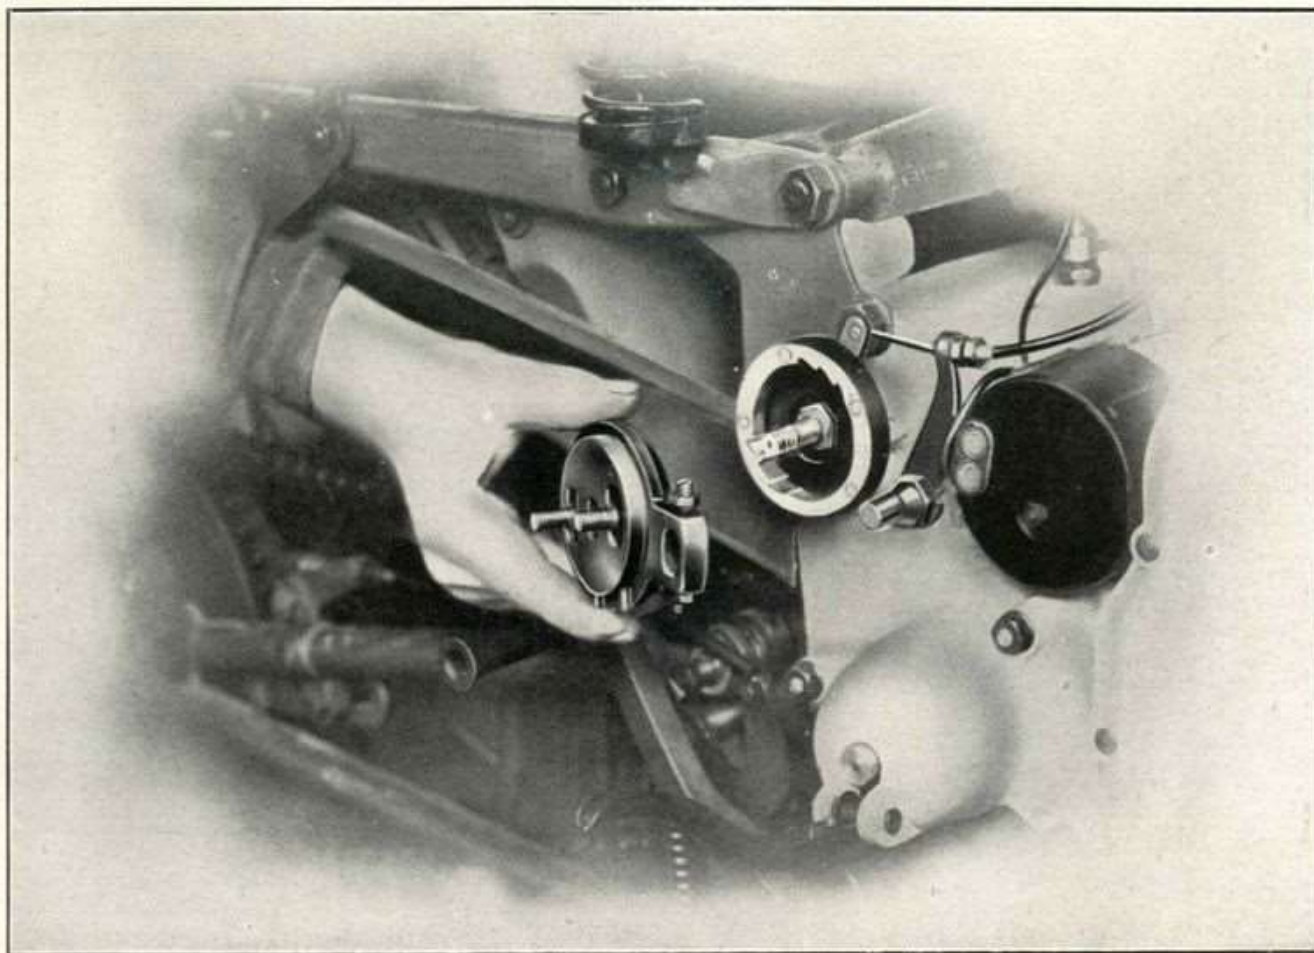

Fig. 7 - Come si smonta il selettore per comando marcie
- Il selettore dell'albero comando del cambio (vedi fig. 7).